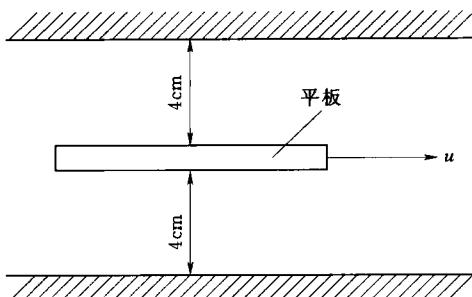

图 1-2
**【例题 1-2】** 一极薄平板（如图 1-2 所示）在厚度为 4cm 的液流层中以  $u=0.8\text{m/s}$  的速度运动，动力黏滞系数  $\mu_{\perp}$  为  $\mu_{\parallel}$  的 2 倍，两层液流在平板上产生的总切应力为  $\tau=30\text{N/m}^2$ ，试求  $\mu_{\perp}$ 、 $\mu_{\parallel}$ 。